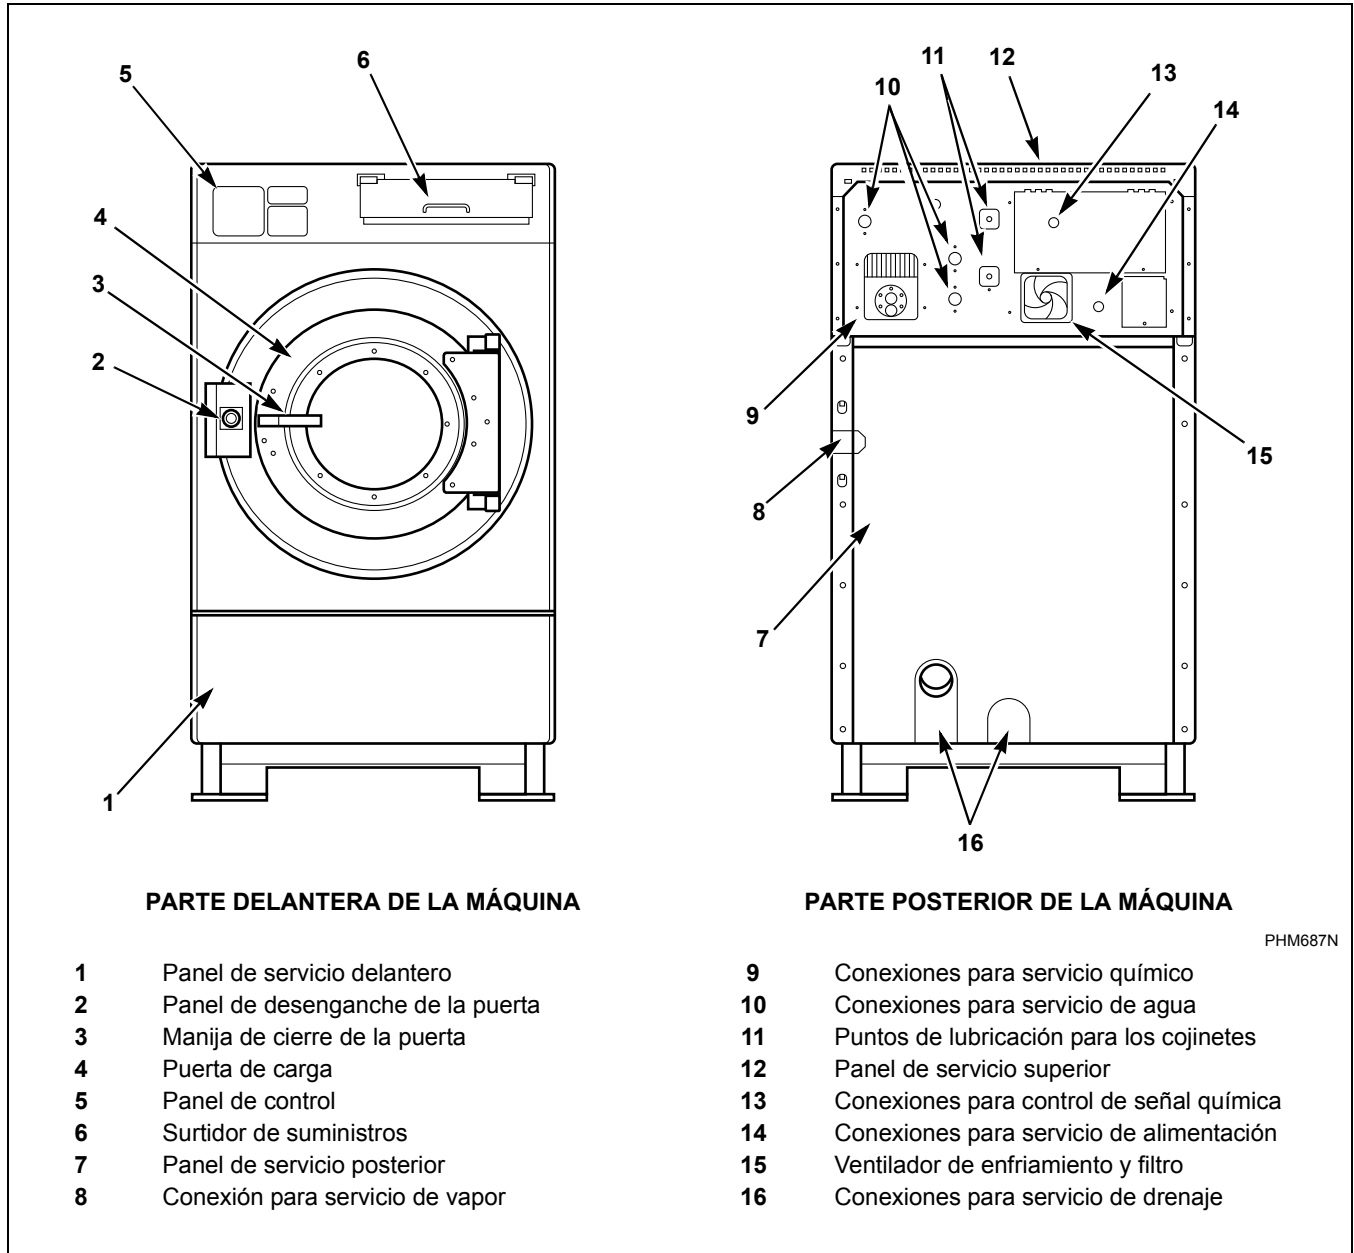

Figura 9
* Cuando utilice los espacios mínimos para instalar máquinas de 80 libras o mayores, se deben hacer ajustes para incluir la anchura del distribuidor de una taza (estándar) o de 5 tazas (opcional) montado en el lado de la máquina. Consulte las *Figura 5 a Figura 9*.